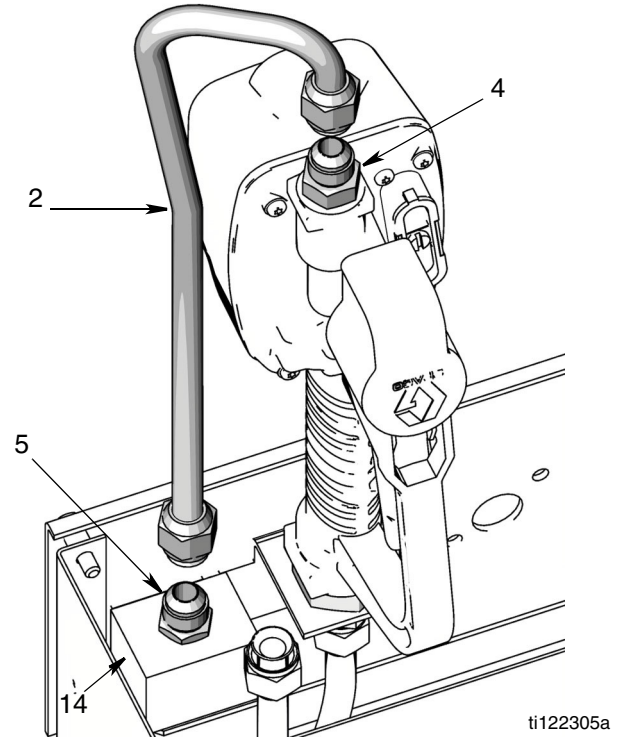

FIG. 16
6. Fije el tubo de entrada de fluido (2) al adaptador (5) en el colector (14) y el conector de entrada de fluido (4) (FIG. 16). Ajuste manualmente ambos accesorios hasta que estén bien unidos. A continuación, use una llave de tuercas para ajustar cada accesorio.